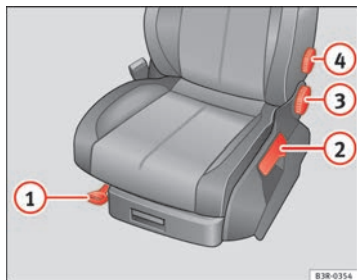

Abb. 105 Bedienelemente am Fahrersitz
- Den Hebel ① ⇒ Abb. 105 hochziehen und den Sitz in die gewünschte Position verschieben.
- Den Hebel ① loslassen und den Sitz weiter schieben, bis die Sitzverriegelung einrastet.
- Den Hebel ② ⇒ Abb. 105 mehrmals nach oben ziehen, bis die gewünschte Position erreicht ist.
- Das Handrad  ⇒ Seite 137, Abb. 105 drehen, um die Neigung der Lehne entsprechend einzustellen.
- Die Lehne entlasten und das Handrad  ⇒ Seite 137, Abb. 105 drehen, um die Lendenwirbelstütze einzustellen.